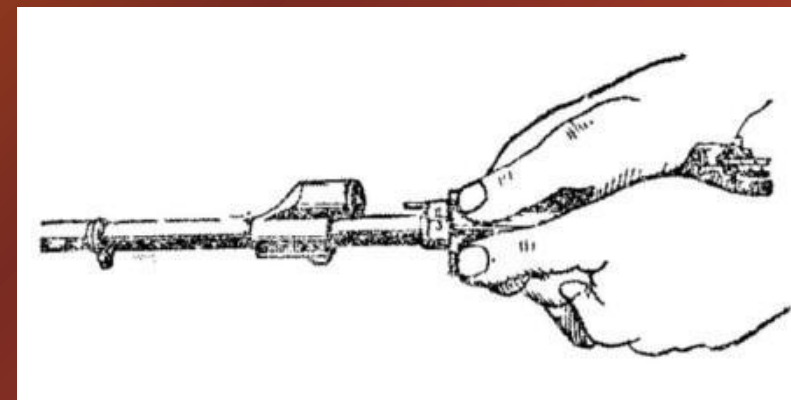

Рис. 19. Сдвигание соединительной муфты
6) Отделить цевье (цевье отделяется в редких случаях: при удалении складской смазки, после попадания автомата в воду и т. п.). Взять автомат левой рукой за цевье, правой рукой с помощью отвертки или пенала принадлежности повернуть замыкатель цевья на пол-оборота вперед; большими пальцами обеих рук (рис. 19) сдвинуть соединительную муфту с цевья к газовой камере; подать цевье вперед и отделить его от ствола,